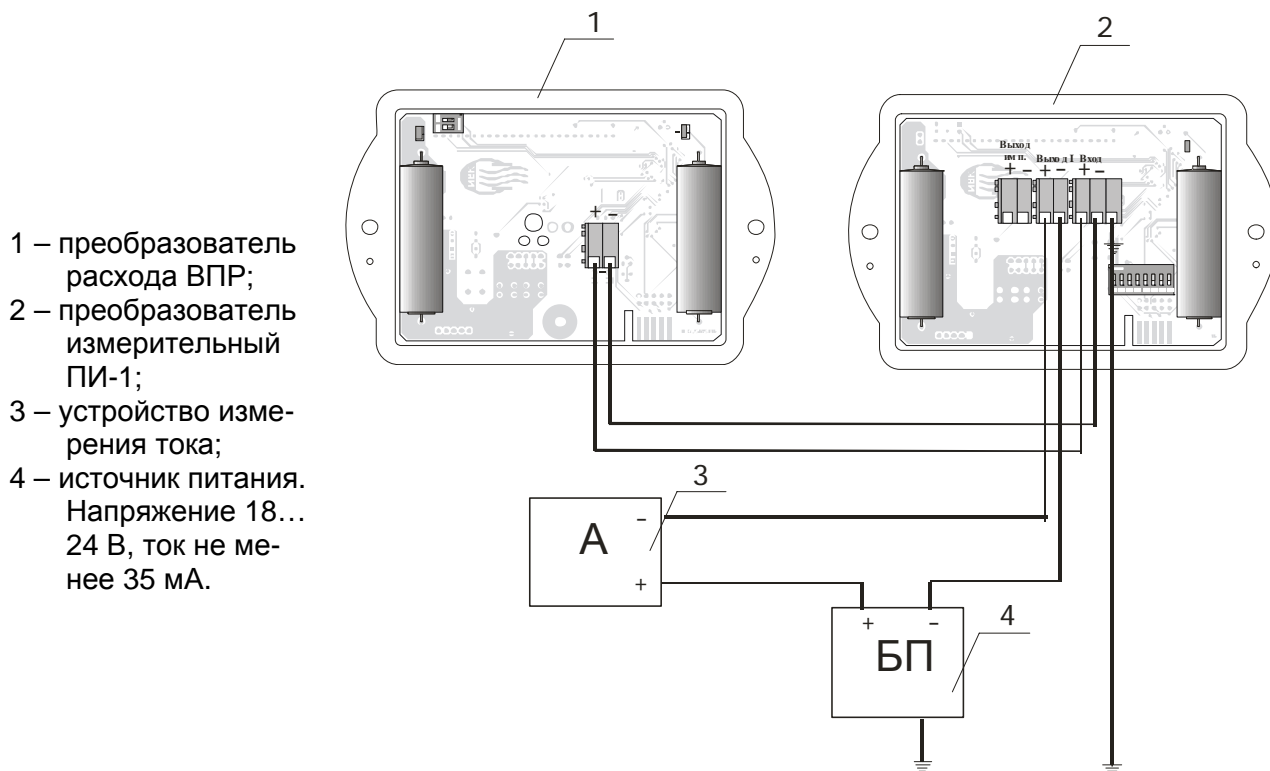

рис. 4.3
- 4.4.7. Схема электрических соединений счетчика – расходомера ВРТК-2000В приведена на рис. 4.3.